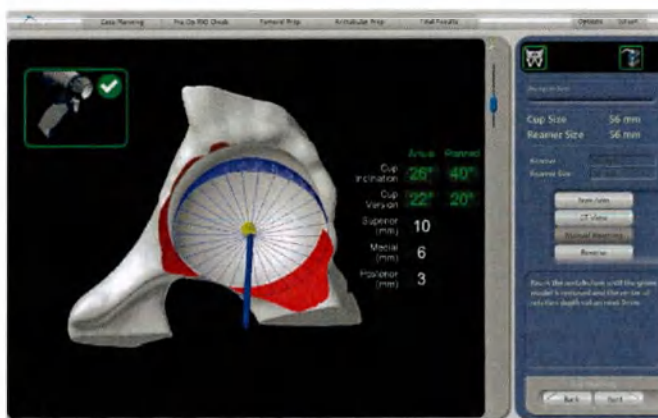

Рисунок 31. Страница Acetabular Reaming (Расширение вертлюжной впадины) во время расширения
3. Вставьте расширитель в вертлюжную впадину и выровняйте уклон и смещение кпереди ручки расширителя таким образом, чтобы запланированные до операции значения, отображаемые на экране, стали зелеными (Рисунок 31). Эти запланированные до операции значения не обязательно должны соответствовать, чтобы активировать подачу питания на расширитель. Если расширитель превышает величину 15 градусов от запланированных значений, активируется механизм безопасного останова. Хирургу не обязательно обеспечивать точное соответствие запланированным числам в части расширения, потому что цель состоит в том, чтобы сформировать полусферу, которая позволит точно разместить колпачок с запланированным уклоном и с запланированной версией.